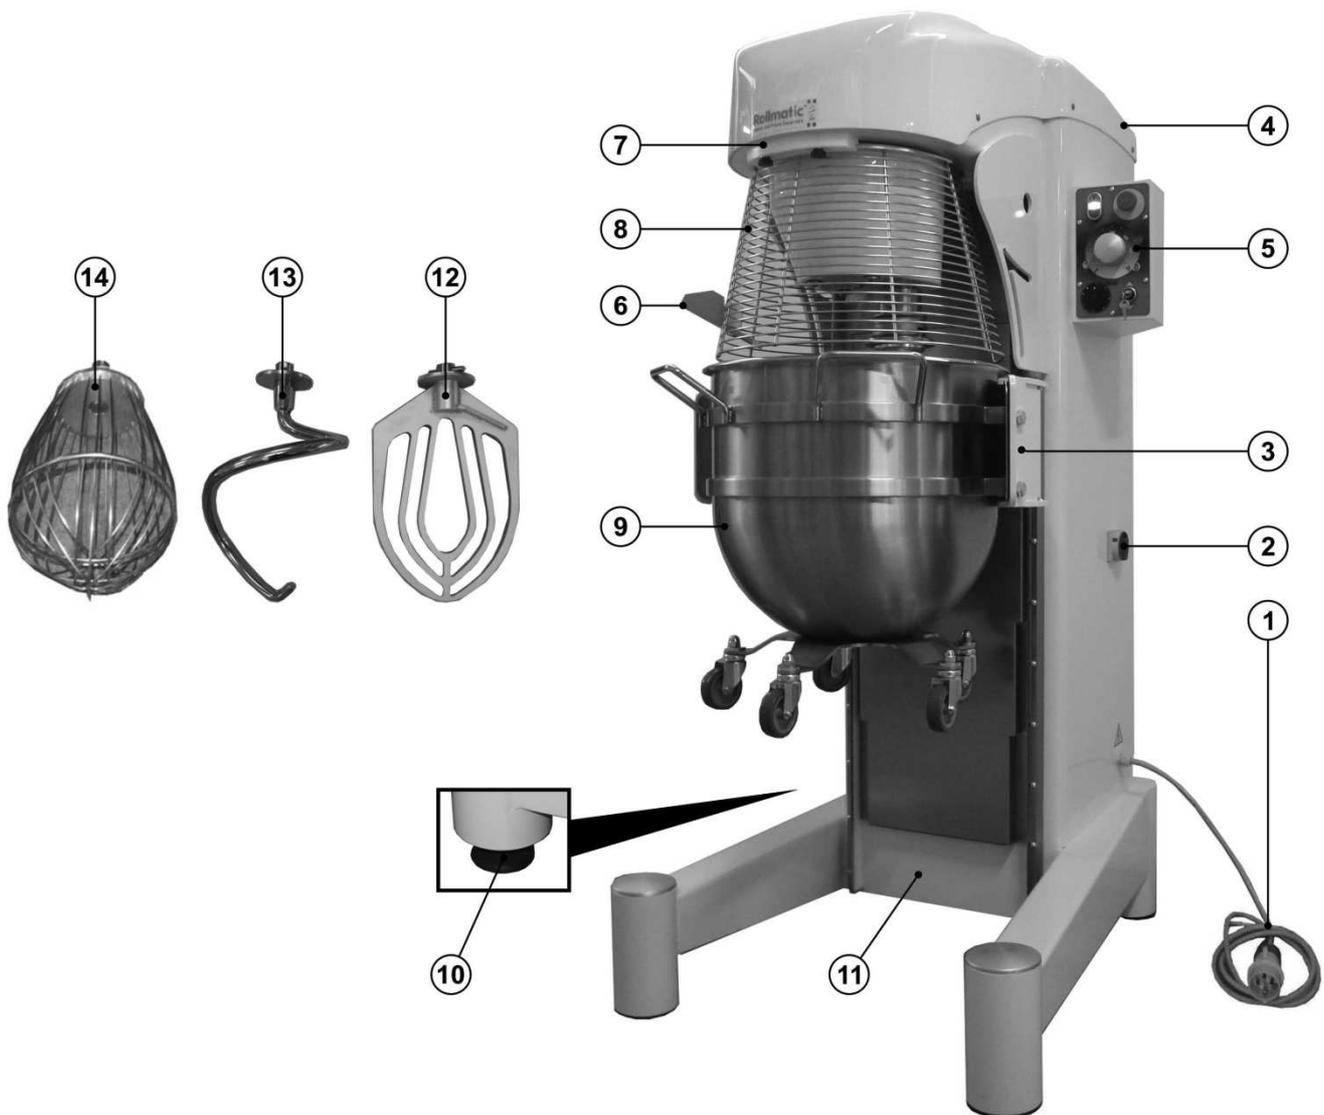

Рисунок 1
Помимо несущей конструкции каждая машина состоит из (Рисунок 1):
- Во время рабочего цикла машины добавка дополнительных ингредиентов, когда машина находится в работе, должна выполняться исключительно через желоб, установленный на поворотной защите, поз. 6 Рисунок 1.
- Установить одно из трех приспособлений из комплекта поставки, поз. 12-13-14 Рисунок 1, в зависимости от типа обработки.
- Полностью поднять дежу поз. 9 Рисунок 1, как указано в главе 3.4.5.
- Закрывать полностью поворотную защиту, поз. 8 Рисунок 1, влево.
- Привести главный выключатель на I (ON).